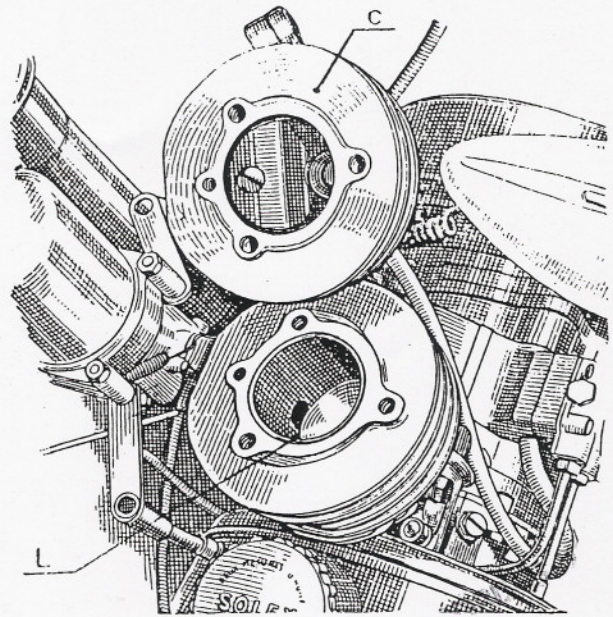

Fig. 10
## DÉCALAMINAGE (Fig. 10)
Pour décalaminer, dévissez les 3 boulons de fixation de la culasse (c sur le cylindre (fig. 10). Retirez la culasse et, avec la pointe d'un couteau ou avec un grattoir, enlevez le dépôt de calamine qui s'est produit dans le fond de la culasse et sur le dessus du piston. Nettoyer également la lumière d'échappement (L) après avoir fait tourner le moteur à la main jusqu'à ce que le piston arrive au point mort bas ; il est indispensable de retirer aussi la calamine de la tuyauterie d'échappement et du pot d'échappement, dont on peut facilement enlever le couvercle.